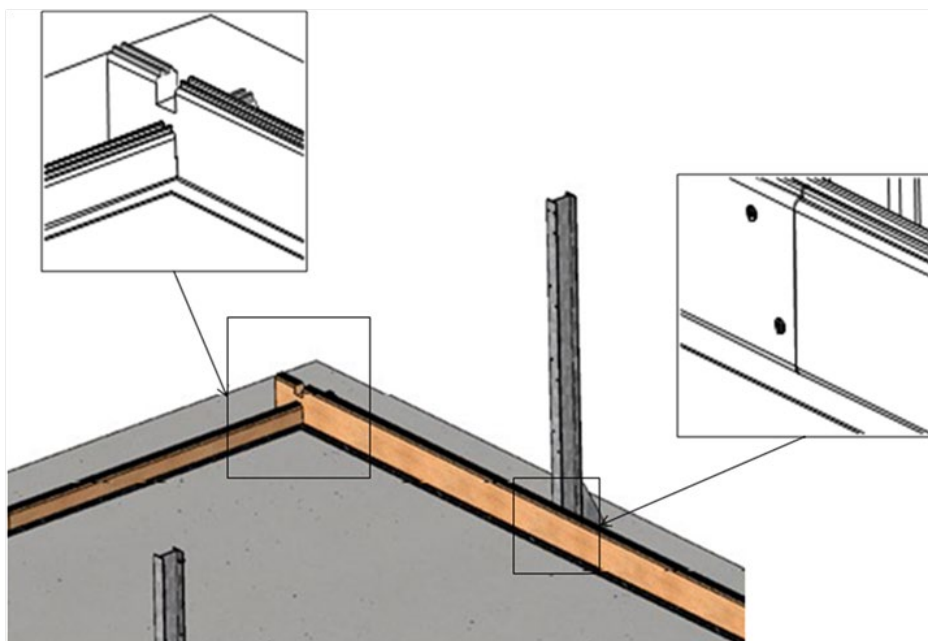

Figura 10 – Bloqueo de tablonces entre ellos
- entre ellas como se indica en la *Figura 10*, usando dos tornillos por par de láminas, y en ambos lados cada uno con 10 láminas de alto, un total de 160 tornillos de cabeza avellanada 5 × 40 Torx de acero inoxidable A4 roscados 25 mm (bolsa C);